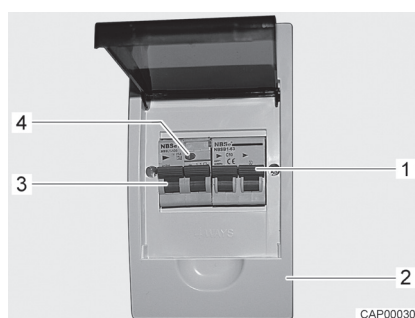

Fig. 51 Interruptor de protección de línea e interruptor FI (caja de fusibles de 230 V)
- Desconectar el interruptor de protección de línea (Fig. 51,1) en la caja de fusibles (Fig. 51,2).
- Al estar el vehículo conectado a la alimentación de 230 V, pulsar la tecla de prueba (Fig. 51,4) del interruptor de corriente de defecto (interruptor FI) (Fig. 51,3) en la caja de fusibles (Fig. 51,2). Se debe activar el interruptor de corriente de defecto.
- Volver a conectar el interruptor de corriente de defecto (Fig. 51,3).